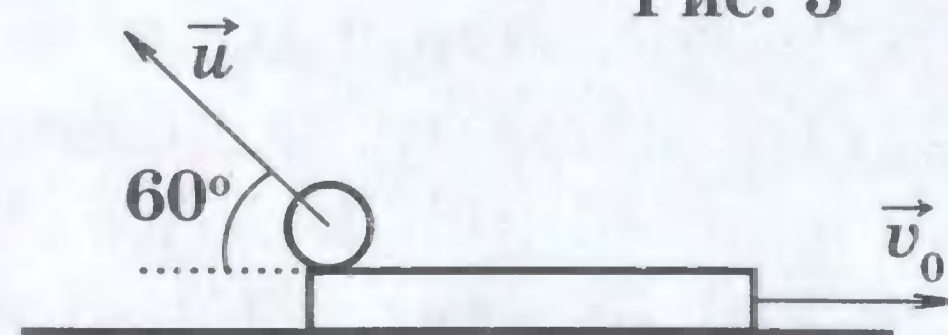

Рис. 5
12. Массивная платформа движется с постоянной скоростью  $\vec{v}_0$  по горизонтальному полу. С заднего края платформы производится удар по мячу. Модуль начальной скорости мяча относительно платформы равен  $u = 2v_0$ , причем вектор  $\vec{u}$  составляет угол  $\alpha = 60^\circ$  с горизонтом (рис. 5). На какую максимальную высоту над полом поднимется мяч? На каком расстоянии от края платформы будет находиться мяч в момент